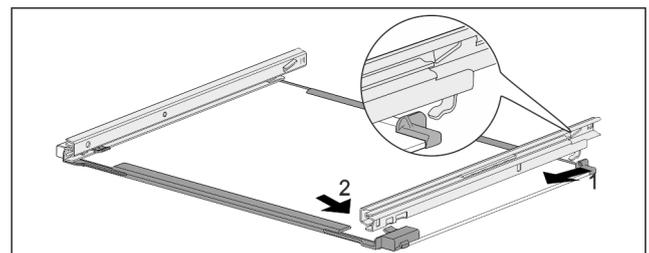

Fig. 179 Glasplatte mit Schienen
- ▶ Schiene hinten einhaken. *Fig. 179 (1)*
- ▶ Schiene vorne einrasten. *Fig. 179 (2)*